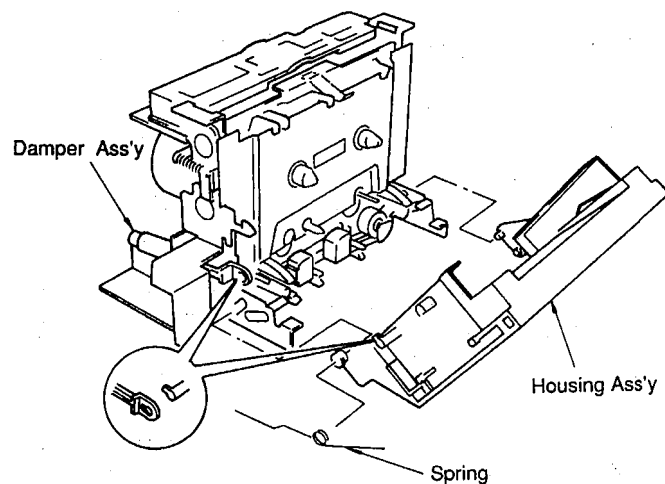

Fig. 4
- a. Detach the spring in Fig. 4.